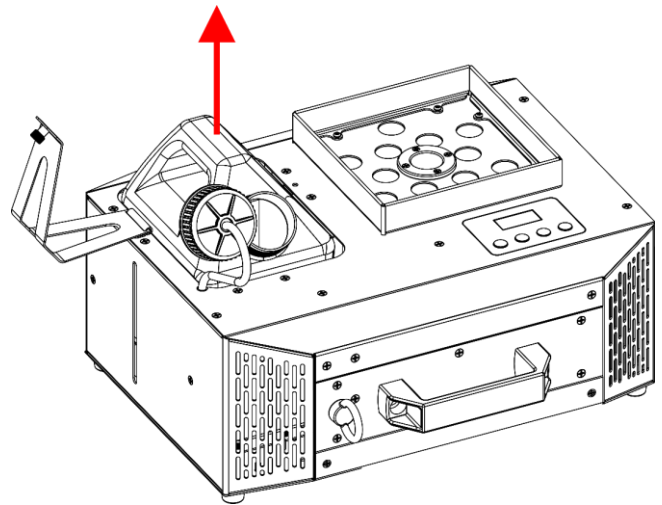

Fig. 41
- 05) Extraiga el **depósito de líquido (02)**, como se muestra en la Fig. 41.